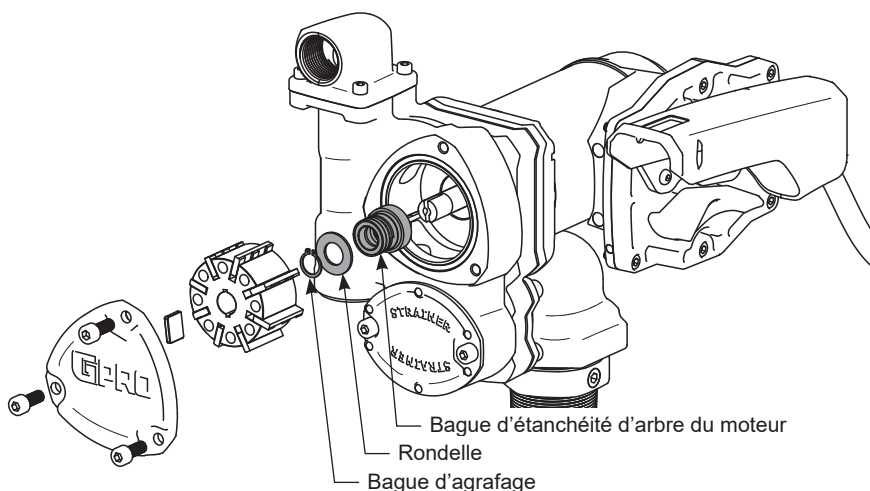

Figure 6
2. À l'aide d'une clé hexagonale de 6mm, enlevez le couvercle (voir figure 6). Enlevez le joint torique du couvercle.
3. Enlevez la clavette d'arbre, le rotor et les cannelures. Enlevez les cannelures et la clavette avant d'enlever le rotor afin de prévenir qu'ils tombent dans l'admission de la pompe (voir figure 6).
4. À l'aide d'une pince pour anneau élastique, enlevez la bague d'agrafage, en prenant soin de ne pas endommager l'arbre du moteur ou l'alésage du boîtier (voir figure 6). Enlevez la rondelle et la bague d'étanchéité d'arbre du moteur. Jetez ces trois pièces.